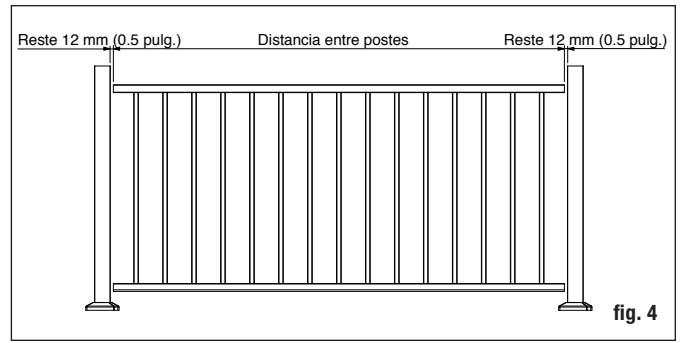

fig. 4
Paso 2 Quite 1/2 pulg. adicional en ambos extremos (1 pulg. en total) para que el soporte encaje entre el riel y el poste. Recorte los rieles superior e inferior a la longitud adecuada (fig. 4).